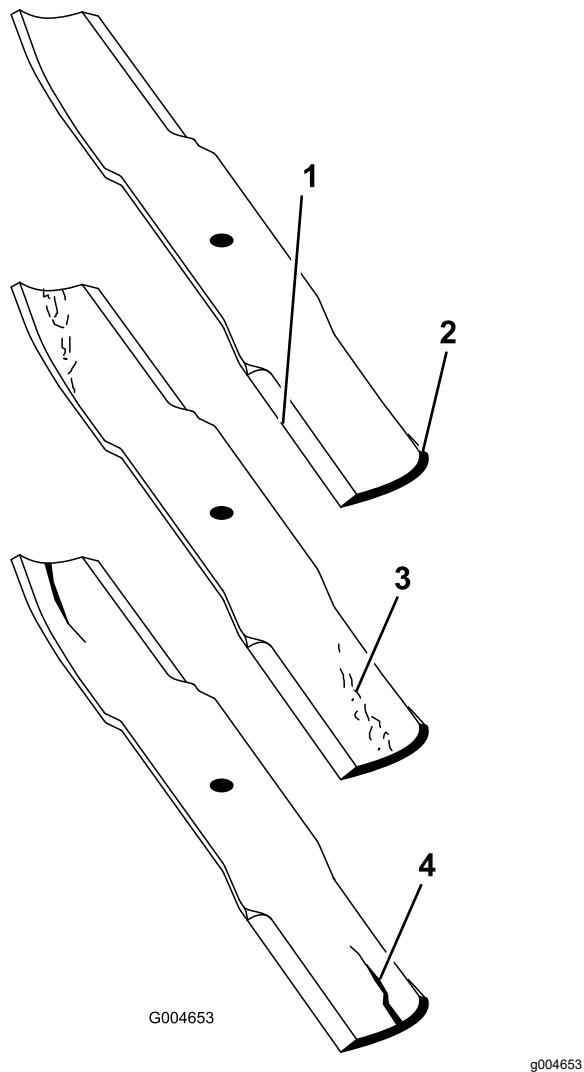

Figura 26
3. Examine cuidadosamente los extremos de corte de la cuchilla, sobre todo en el punto de reunión entre la parte plana y la parte curva de la cuchilla (Figura 26).
Nota: Puesto que la arena y cualquier material abrasivo pueden desgastar el metal que conecta las partes curva y plana de la cuchilla, compruebe la cuchilla antes de utilizar la segadora. Si se aprecia desgaste (Figura 26), cambie la cuchilla.